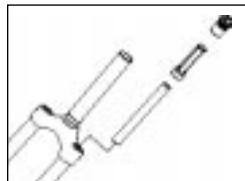

Fig. 3
2. Retirez l'ensemble de pile de ressorts (capuchon supérieur, écarter et élastomère). Voir Fig. 3.